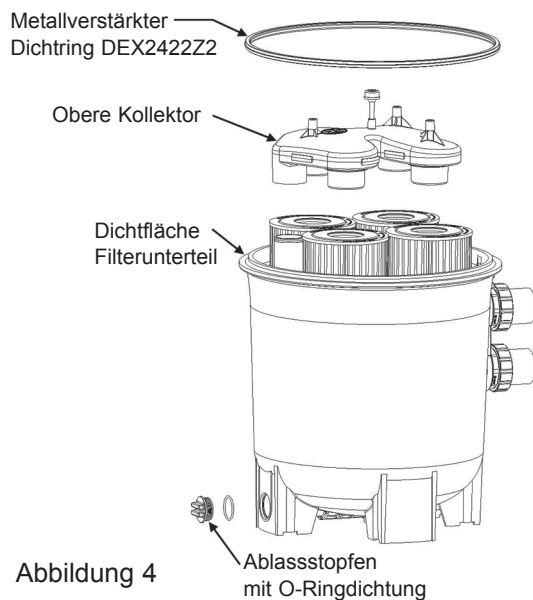
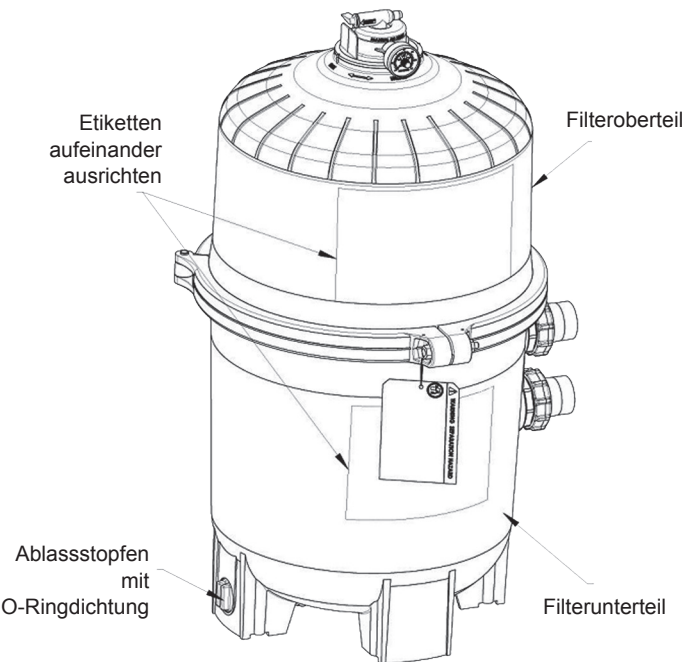

Abbildung 4
Abbildung 5
2. Filterableitung schließen. Hinweis: Der Filteranschluss muss mit einer O-Ringdichtung versehen werden (siehe Abb. 4).
4. Den Ablasstopfen (Abb. 4) abnehmen und das Wasser aus dem Filter ablassen.
1. Entfernen Sie den oberen Verteiler, der freiliegt, wenn der obere Teil des Filters entfernt wird. (Abbildung 4)
2. Mit einem sauberen Tuch die Dichtfläche des Filterunterteils abwischen (Abb. 4). Kein Reinigungsmittel verwenden.
1. Den metallverstärkten Dichtring auf das Filterunterteil setzen (Abb. 4). Das Filteroberteil so auf den metallverstärkten Dichtring DEX2422Z2 von Hayward positionieren, dass alle Betriebs- und Sicherheitsetiketten klar lesbar sind und das Filteroberteil mittig auf dem Filterunterteil sitzt. Dann das Filteroberteil gleichmäßig fest andrücken. (Abb. 5)
2. Den Spannring um das Filteroberteil und Filterunterteil legen. Die Enden des Spannringes so positionieren, dass sie an die Betriebs- und Sicherheitsetiketten der beiden Filterteile angrenzen. (Abb. 5)